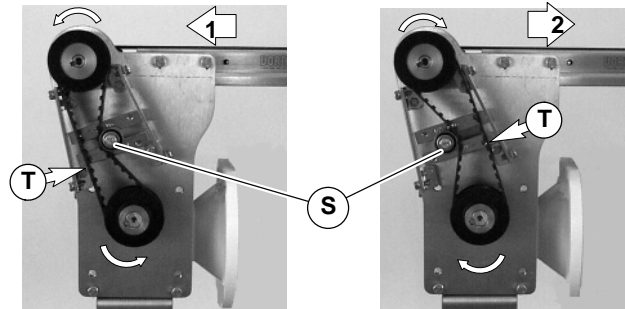

Abbildung 8
7. Je nach Laufrichtung des Fördergurtes (1 oder 2 der Abbildung 8) Lage der Zahnriemen-Spannvorrichtung S wie gezeigt positionieren. Zahnriemen spannen, bis eine Durchbiegung von 3 mm bei